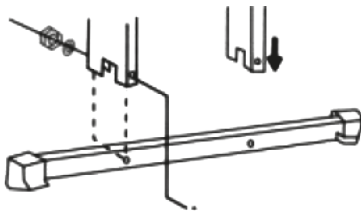

Fig. 3 – Montaje de los pies
- Coloque la barra estabilizadora en los extremos laterales (fig. 3).